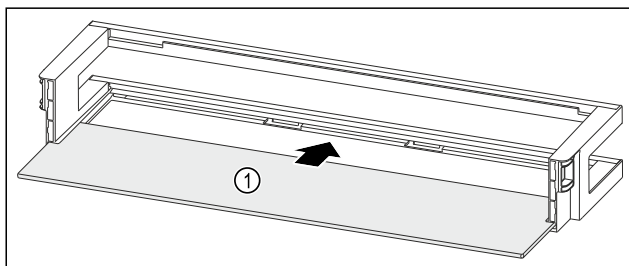

Fig. 141 Polica u vratima s policom za odlaganje
- Umetnite policu Fig. 141 (1) u bočna udubljenja.